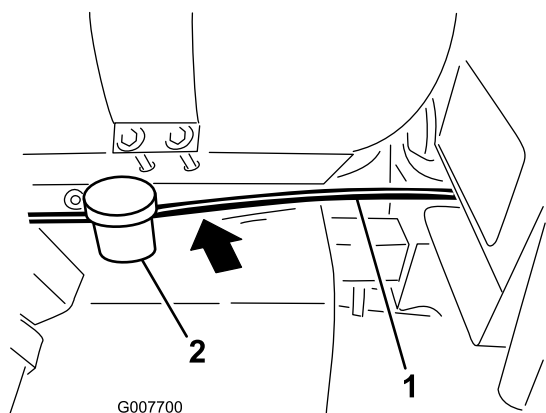

图 6
1. 沿机器机架槽从水箱和压缩机支架位于化学药剂缸下方和燃油箱后方向前布置泡沫浓稠度控制管4.9m并朝向座椅箱下方的区域图 6。